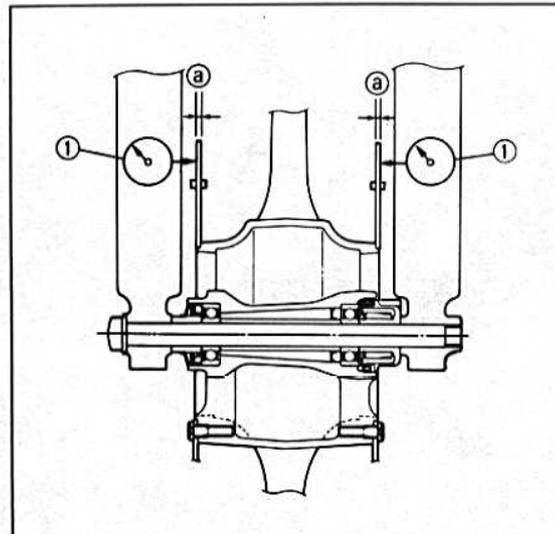

Bild 307
- Mit der Messuhr den Schlag der Bremsscheibe feststellen (Bild 307). Der maximale Schlag beträgt 0,15 mm.